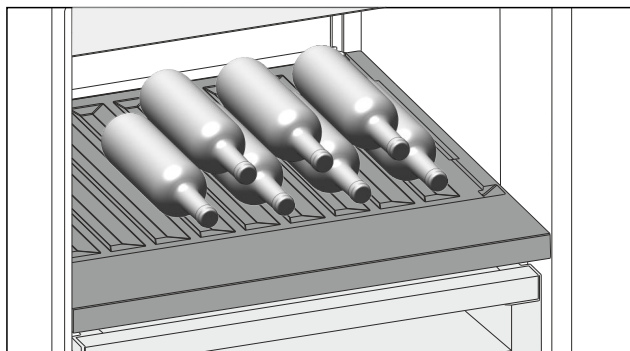

Fig. 99
- ▶ Wkładać butelki dnem ustawionym do tyłu, w kierunku ścianki tylnej. (patrz Fig. 99)